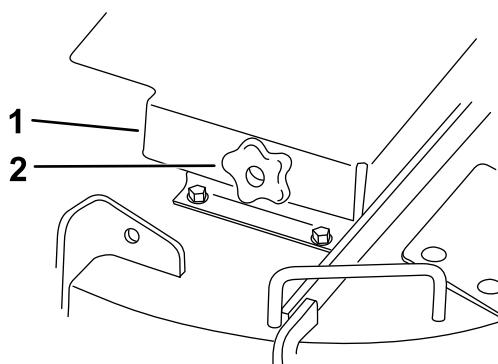

Figura 3
Nota: Este procedimiento se utiliza únicamente en cubiertas de la correa con controles como se muestra en la Figura 3.
1. Retire el control y la cubierta de la correa de la carcasa de corte (Figura 3).
2. Retire el soporte instalado en la carcasa de corte (Figura 3). Guarde los pernos para instalar la cubierta de la correa de metal.